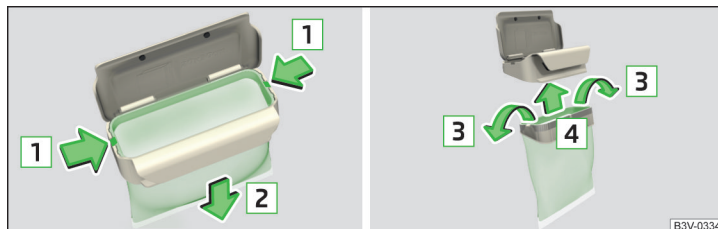

Abb. 113 **Beutel ersetzen**
- › Die beiden Rastnasen am Rahmen in Pfeilrichtung **1** abdrücken » Abb. 113.